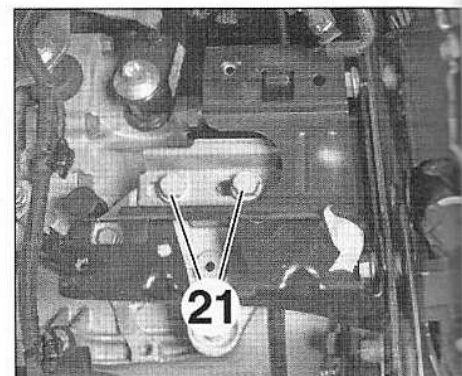

FIG.141
- Au-dessus de la boîte de vitesses, déposer les vis (21) (Fig.141).